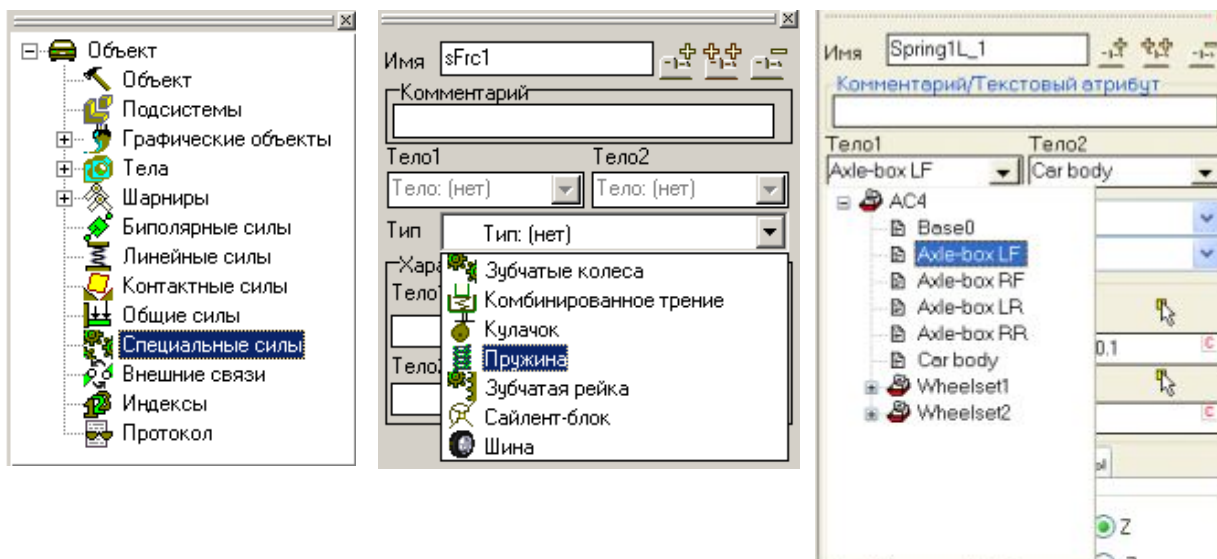

Рис. 2.20. Создание пружины
1. Выберите элемент **Специальные силы** списка элементов (рис. 2.20, слева) и создайте первый элемент, соответствующий передней пружине для левой буксы первой КП, щелкнув на кнопке . Переименуйте его “**Spring1L\_1**”.
2. Выберите тип элемента **Пружина** (рис.2.20, в центре).
3. Задайте соединяемые тела **Axle-box LF** (левая передняя букса) и **Car body** (рис.2.20, справа). Задайте графический вид **Spring**.